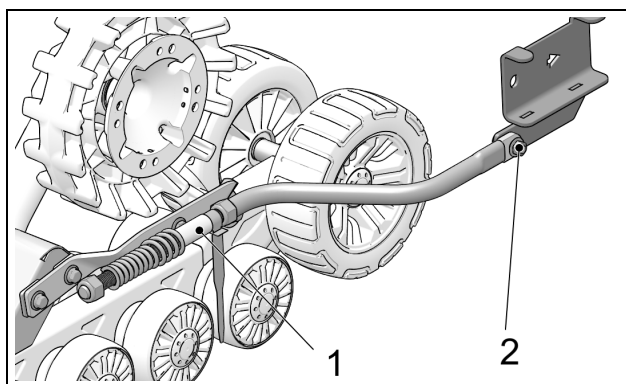

Figure 10
- Le bras stabilisateur doit être fixé au système de traction (1) et à l'ancrage arrière (2) installé au véhicule. Voir la Figure 10.